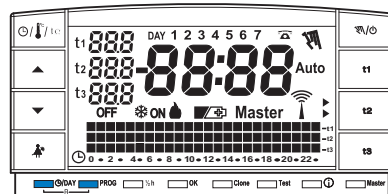

fig. 27
- Se si desidera annullare i dati inseriti mantenere premuti (circa 2 sec.) i tasti **DAY** e **PROG**. Sul display appariranno tutti i segmenti accesi (autotest generale fig. 27/28).